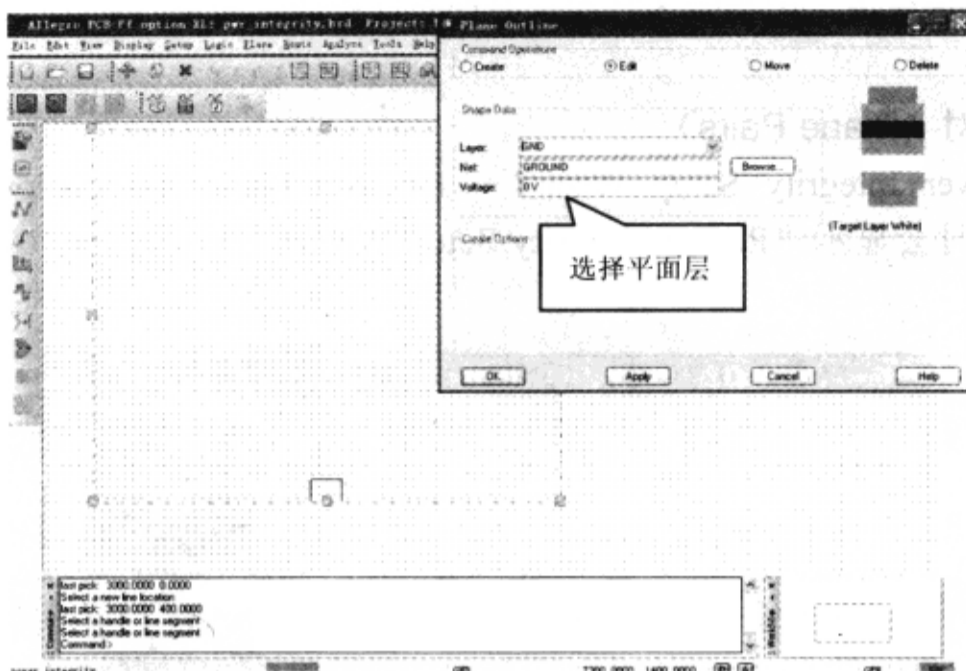

图 7-12-42 对 GND 层形状进行编辑
(9) 在“Plane Outline”对话框“Shape Data”区域的“Layer”栏中选择“GND”，如图 7-12-42 所示。